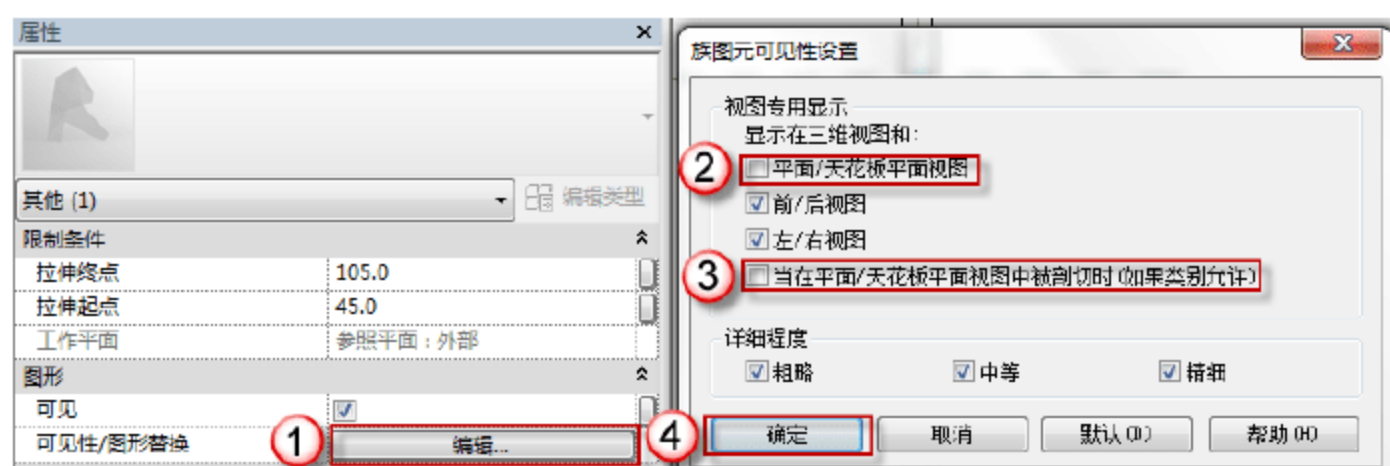

图 6.1.56 修改门的可见性
(12) 修改门框的可见性。在门框的“属性”面板中，单击“图形”栏“可见性/图形替换”后的“编辑”按钮，弹出“族图元可见性设置”对话框，取消“平面/天花板平面视图”和“当在平面/天花板平面视图被剖切时 (如果类别允许)”复选框的选择，单击“确定”按钮，如图 6.1.56 所示。